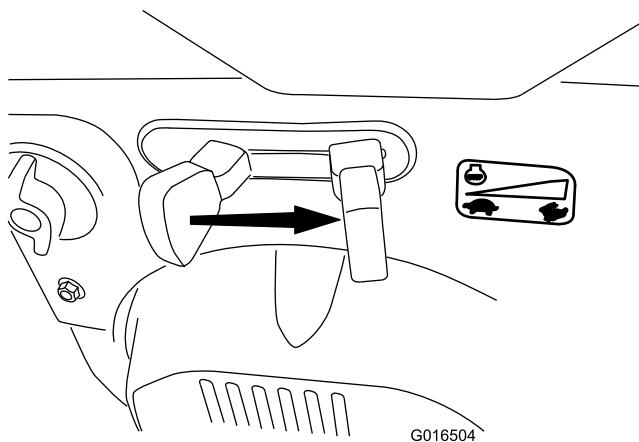

Figure 23
6. Placez la commande d'accélérateur en position HAUT RÉGIME (Figure 23).